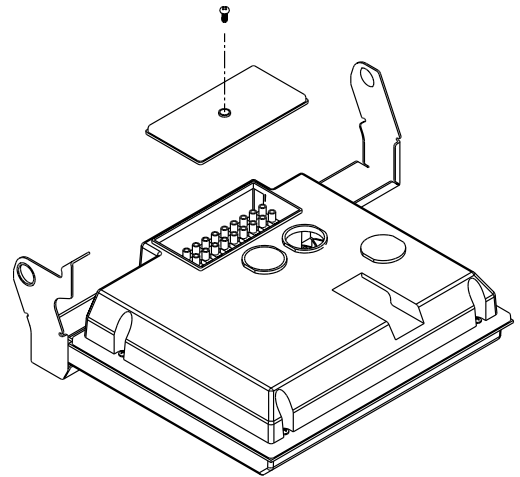

Fig. 3.5
- togliere la copertura allacciamenti elettrici agendo sulla vite di fissaggio (fig. 3.5)
- îndepărtați capacul protector al rigletei de conexiuni îndepărtând șurubul de fixare (fig. 3.5.);